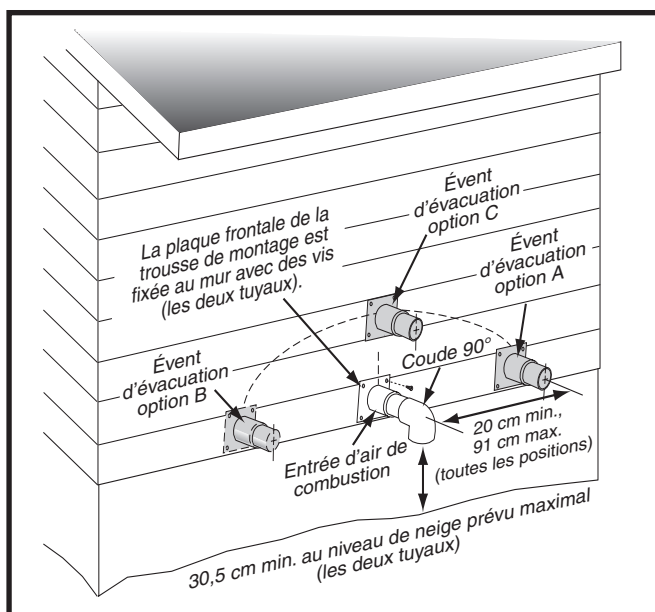
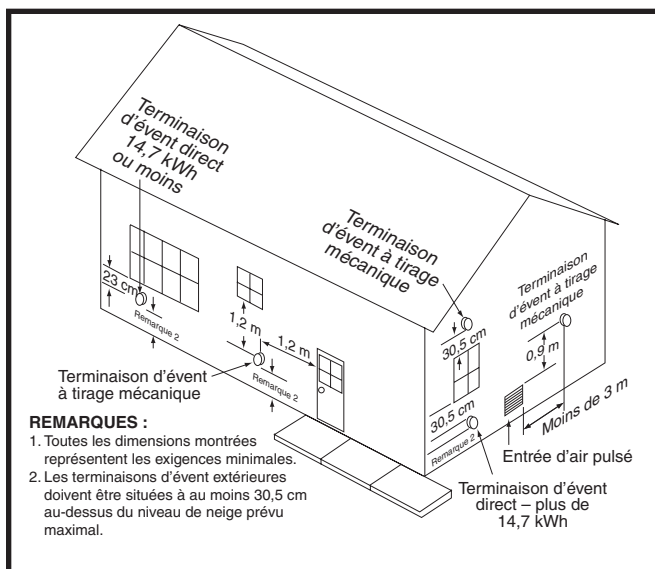
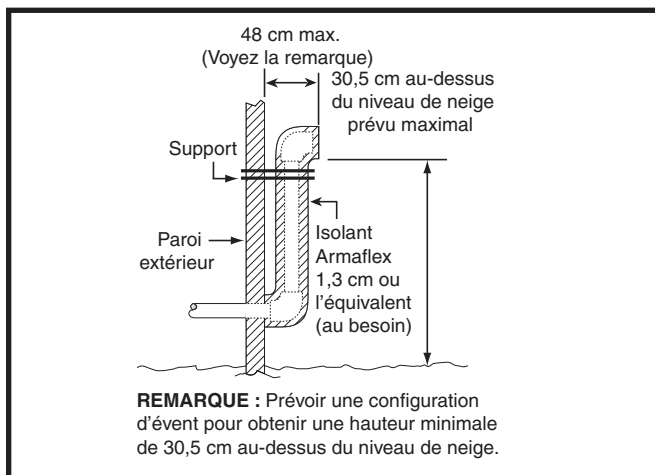
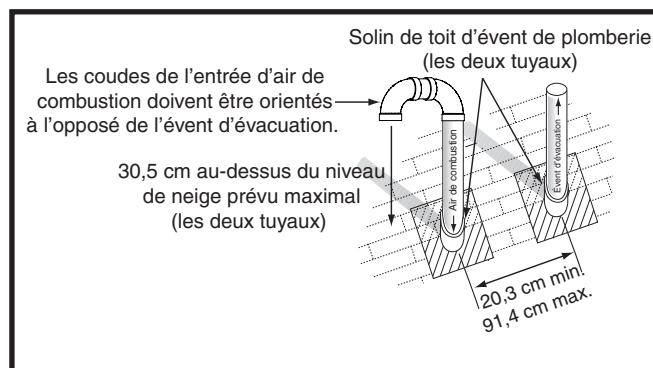

Figure 1. Dégagements du conduit d'admission et du conduit d'évacuation
Figure 2. Emplacements de l'évent
Figure 3. Autre installation d'un conduit d'évent horizontal
Figure 4. Terminaison d'évent vertical
- Si on utilise un système à 2 tuyaux, l'admission d'air de combustion et l'évacuation doivent être situées dans la même zone de pression atmosphérique. Cela signifie que les deux conduits doivent sortir du bâtiment par la même section de mur extérieur ou de toit, comme indiqué aux Figure 1, Figure 2, et Figure 4 (page 9) et Figure 32 (page 37).
- Les terminaisons d'évent et d'admission d'air de combustion doivent être installées comme indiqué aux Figure 1, Figure 2, Figure 3, et Figure 4, et conformément à ces directives :
- Tous les dégagements minimaux (Figure 2) doivent être maintenus pour protéger les matériaux du bâtiment contre la dégradation causée par les gaz de combustion.
- Lorsque le conduit d'évent doit sortir par un mur extérieur à proximité du niveau du sol ou du niveau de neige prévu et qu'il n'est pas possible d'obtenir les dégagements indiqués à la Figure 1, il est possible d'utiliser un conduit montant, comme indiqué à la Figure 3. Il faut utiliser de l'isolant pour éviter le gel de cette section de conduit. Voyez le Tableau 3, (page 10) pour la protection contre le gel de l'évent.
Les exigences relatives à l'espacement des terminaisons entre le toit et entre chaque terminaison sont indiquées à la Figure 4. L'endroit où le conduit traverse le toit doit être doté d'un solin approprié et étanche; on peut utiliser un chaperon de toit ou un solin équivalent. La tuyauterie d'évent et la tuyauterie d'air de combustion peuvent être installées dans une cheminée existante non utilisée, à condition que :
- les dégagements de terminaison indiqués à la Figure 4 soient maintenus;